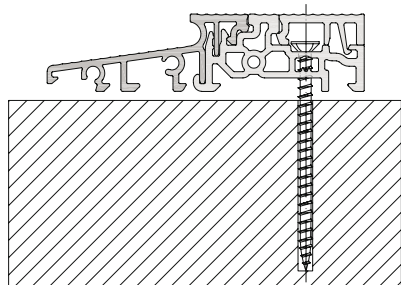

Fig. 4
11. Quando si installa una soglia in alluminio, il pavimento sotto la soglia deve essere livellato (Fig. 5 pagina 8). È indispensabile che la soglia sia installata con tasselli o viti (fig. 4 p. 8) ad una distanza massima di 50 cm (fig. 5 p. 8).